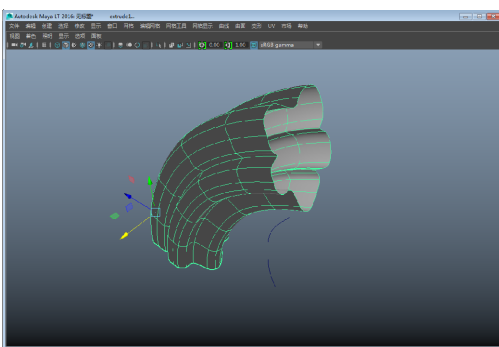

图 3-38 圆管挤出方式
(3) 管：如果选中该单选按钮，挤出的曲线会跟随路径曲线的弯曲而进行相应的扫描，其形状如图 3-38 所示。